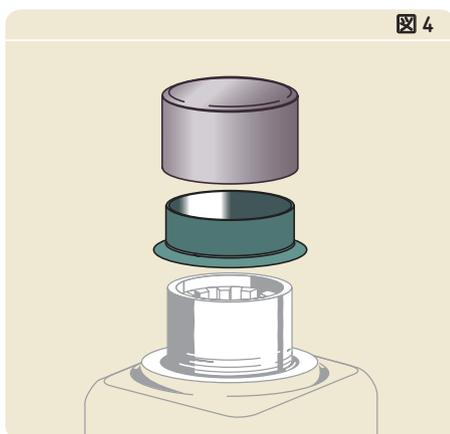

図4
- 7 取り付け後にフランジを取り外す場合は、外径を半径の一箇所を切ります。スリーブのフランジ側からシャフトに装着されます。それから、取り付け工具をスリーブ上に置きます(→ 図4)。